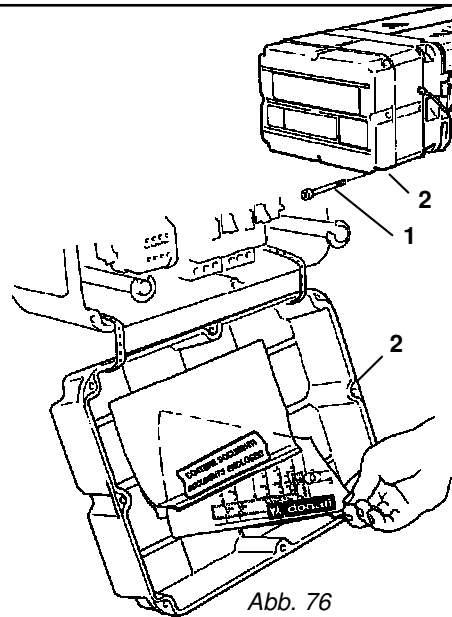

Abb. 76
3. Entfernen Sie die Schrauben **-1-**, mit denen die Abdeckung des Anschlussgehäuses (auf der dem Motor gegenüberliegenden Seite) befestigt ist, und nehmen Sie die Abdeckung **-2-** ab. Stellen Sie sicher, dass der elektrische Schaltplan im Anschlussgehäuse vorhanden ist (Abb. 76).
6. Stecken Sie den Schaltplan zurück ins Anschlussgehäuse und schließen Sie den Deckel **-2-**, wobei darauf zu achten ist, dass die Dichtung bzw. die zugehörige Dichtebene nicht beschädigt werden. Ziehen Sie alle Schrauben **-1-** wieder fest an (Abb. 76).